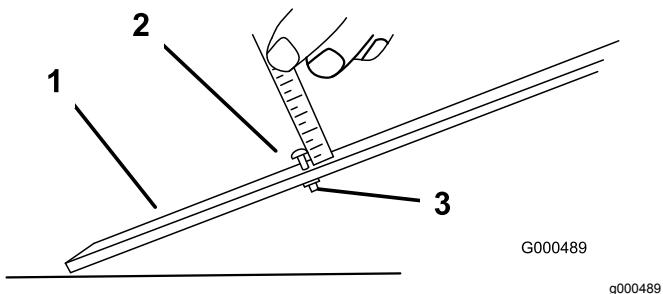

Bild 50
- Lösen Sie die Mutter an der Messlehre (Bild 50) und stellen Sie die Einstellschraube auf die gewünschte Schnitthöhe ein. Der Abstand zwischen dem unteren Ende des Schraubenkopfs und der Stirnseite der Messlehre ist die Schnitthöhe.